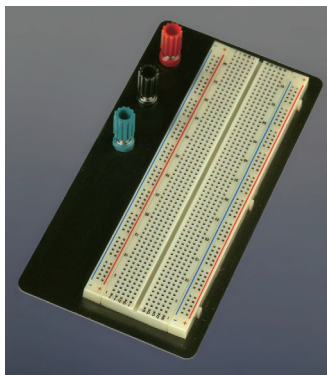
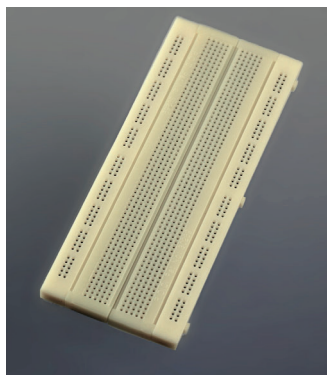

图 2-2 这个面包板用于快速搭建电子电路，它有金属的底板，以及用来接电源线的螺丝端子
图 2-3 这个面包板没有螺丝端子，它几乎一样方便，而且更便宜
- ❑ 适合安放集成电路的面包板，数量：1 块。见图 2-2、图 2-3。选用 RadioShack 公司的 276-002，或 PSP 公司制造的 383-X1000，或 3M 公司制造的 923252，或其他类似产品。旁边安装有螺丝端子的面包板更易使用，但是比没有螺丝端子的要贵一些。